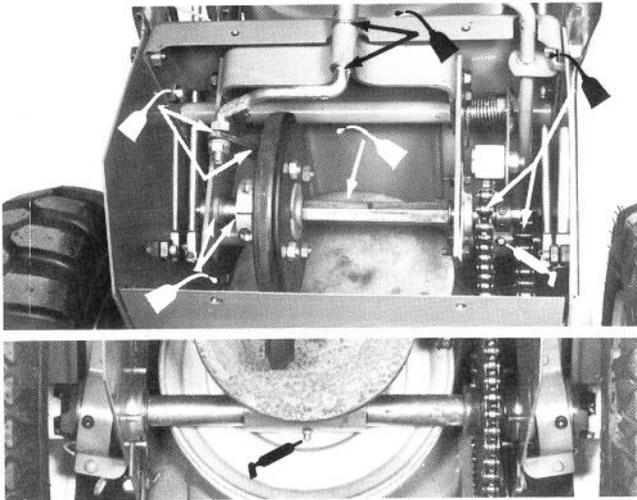

Abb. 34
3. Die vier Belchschrauben der hinteren Abdeckung lösen und dann das Abdeckblech abnehmen. Antriebsketten, Kettenradlager, Nylonring, Sechskantwelle und alle Lagerstellen mit Öl und Fett Nr. 2 schmieren (Abb. 34). Überschüssiges Öl und Fett abwischen. Dann die Abdeckung wieder mit den vier Blechschauben befestigen.